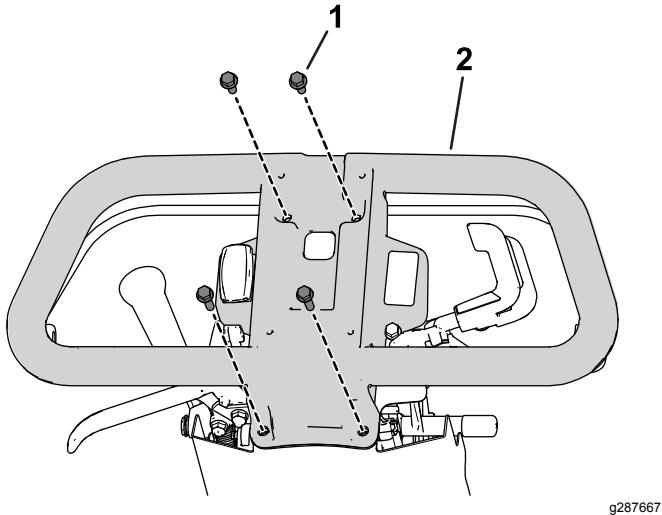

图 5
5. 卸下将手柄固定到手柄支架图 5 上的螺栓和螺母并取下手柄。
1. 用在 卸下手柄 \(页码 2\)的步骤 5 中卸下的螺栓和螺母将手柄固定到手柄支架上请参阅图 5。